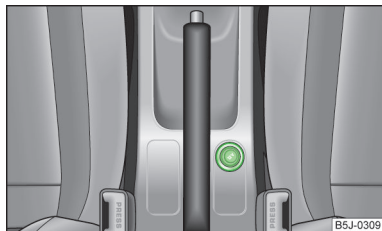

Fig. 63
- Pulse el botón del encendedor » fig. 63.
En la consola central delantera » fig. 63 de la página 74.